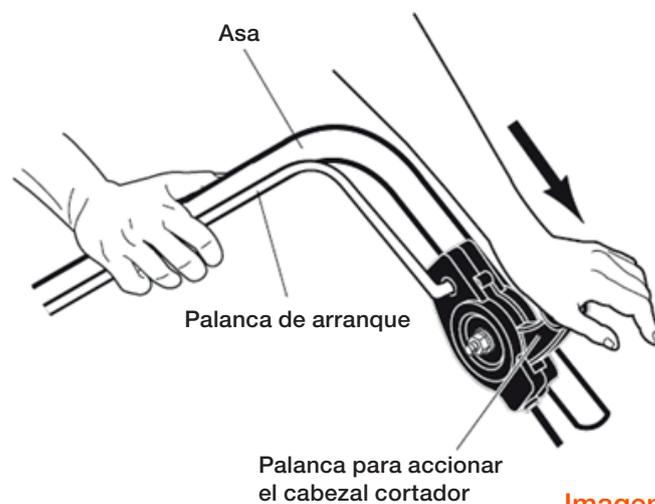

Imagen 7
- **CÓMO UTILIZAR LA PALANCA QUE ACCIONA EL CABEZAL DE CORTE:** Para enganchar el cabezal de corte, sostenga la palanca de inicio contra el mango. Mueva la palanca de accionamiento del cabezal de corte hacia adelante para acoplar el cabezal de corte. (Ver imagen 7).